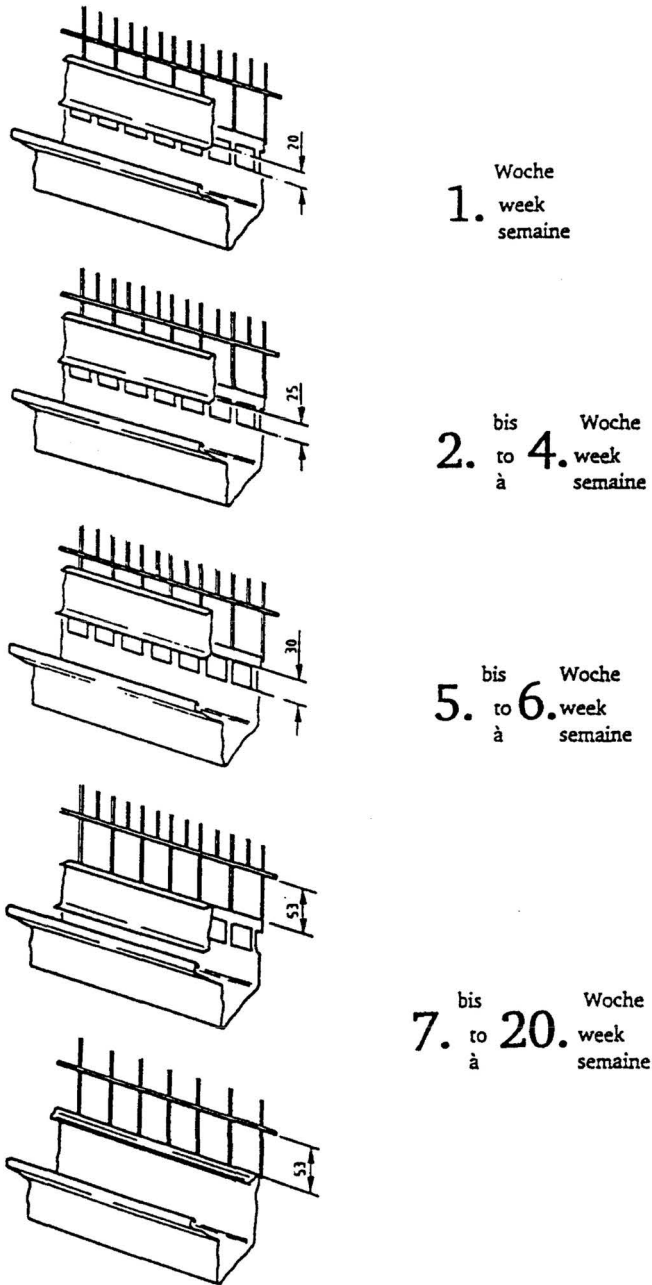

Figura 5-1: Ajuste da janela de alimentação
- Ajuste os trilhos de ajuste com a alavanca de ajuste para a posição inferior, => figura 5-1.